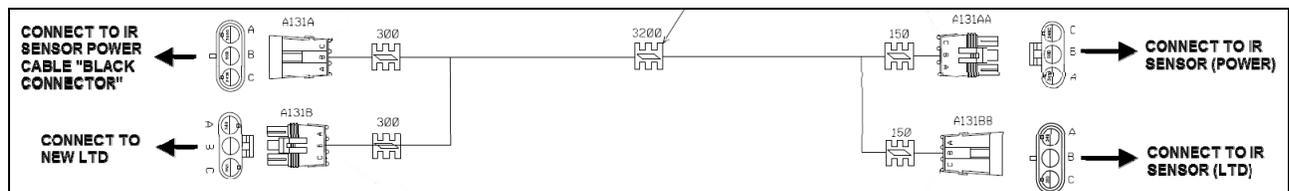
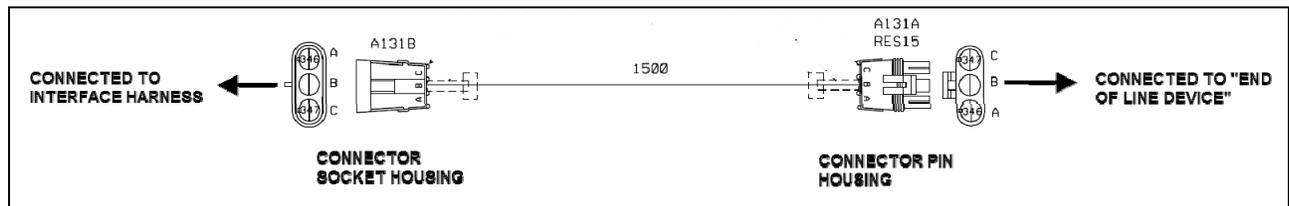

FIGURE 28: CÂBLAGE INTERFACE #069020
FIGURE 29: NOUVEAU LTD #069041
- 2) Brancher le câblage interface #069020 aux connecteurs noir et au nouveau LTD selon la FIGURE 28 , FIGURE 29 & FIGURE 30.